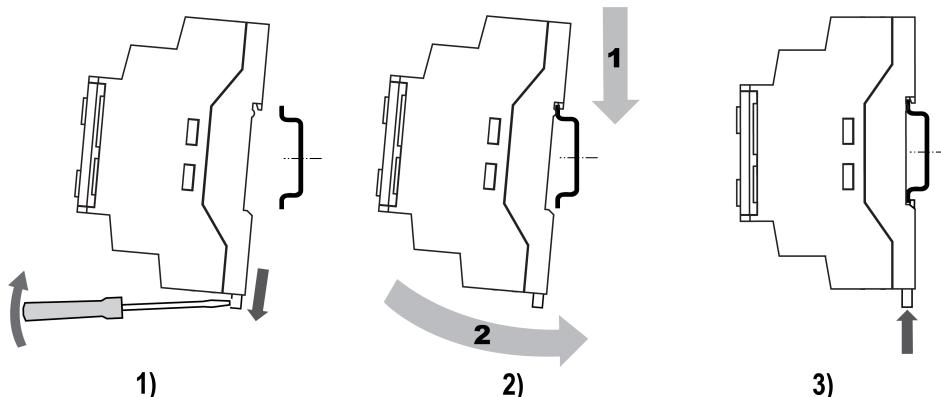

Рисунок 4.1 – Монтаж и демонтаж прибора
- Вставив отвертку в проушину, оттянуть защелку (см. рисунок 4.1, 1). Прибор установить на DIN-рейке.
- Прибор прижать к DIN-рейке (см. рисунок 4.1, 2, стрелки 1 и 2). Отверткой вернуть защелку в исходное положение.